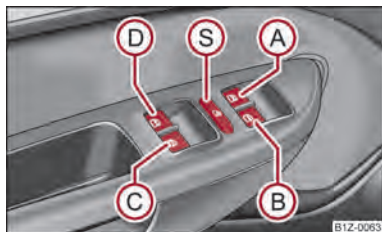

Fig. 20 Touches dans la portière du conducteur
Les touches des vitres se trouvent dans l'accoudoir de la porte du conducteur → fig. 20, porte côté passager AV et dans les portes AR → page 41.
Vous pouvez neutraliser les touches pour les lève-vitres dans les portes arrière en appuyant sur la touche de sécurité (S) → fig. 20. Vous pouvez réactiver les touches pour les lève-vitres dans les portes arrière en réappuyant sur la touche de sécurité (S).
- Si des enfants sont assis sur les sièges arrière, nous vous recommandons de neutraliser les lève-vitres électriques des portières arrière (touche de sécurité) (S) → fig. 20.